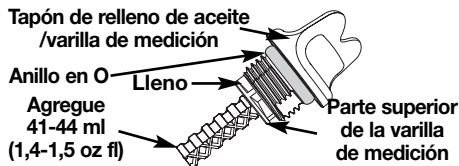

Fig. 21
5. Retire el tapón de relleno de aceite / varilla de medición e inspeccione el nivel del aceite. El aceite debe llegar hasta la parte superior de la varilla de medición (Fig. 21).